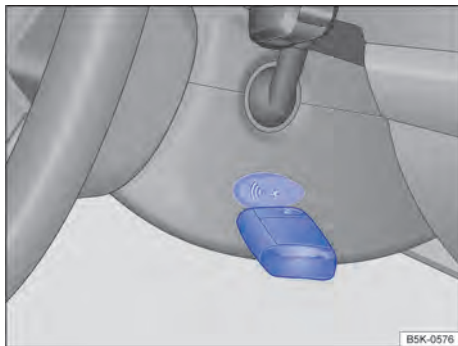

Fig. 92 À direita na coluna de direção: função de partida de emergência em veículos com sistema de travamento e de partida Keyless Access sem chave.
- Manter a chave do veículo diretamente após pressionar o botão de partida à direita da coluna de direção → Fig. 92.